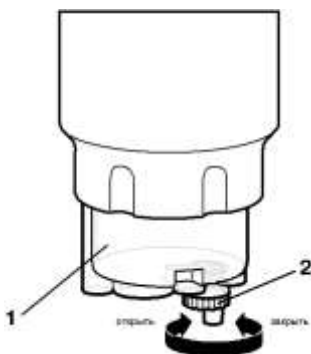

Рисунок 40 – Слив воды:
2. Отвернуть резьбовую пробку сливного отверстия 2 (рисунок 40) на дне водосборника 1 на 1-2 оборота и дать воде стечь в подставленную ёмкость.